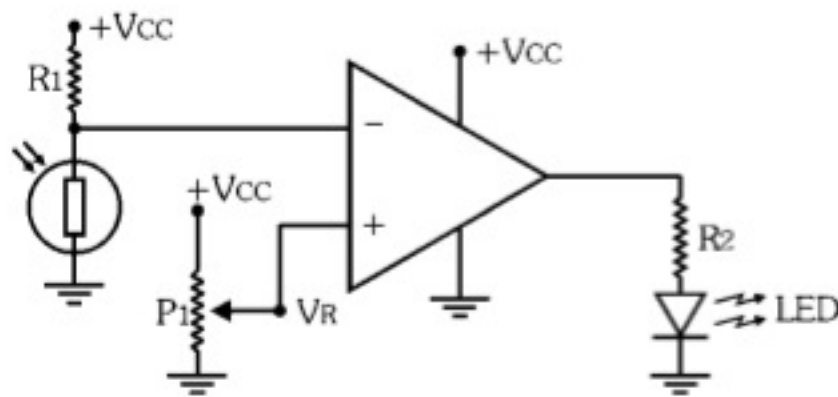

Figura 11.14 - Circuito de aplicação.
11.2) Considere o circuito da Figura 11.14 e complete as lacunas com uma das opções apresentadas entre parênteses.